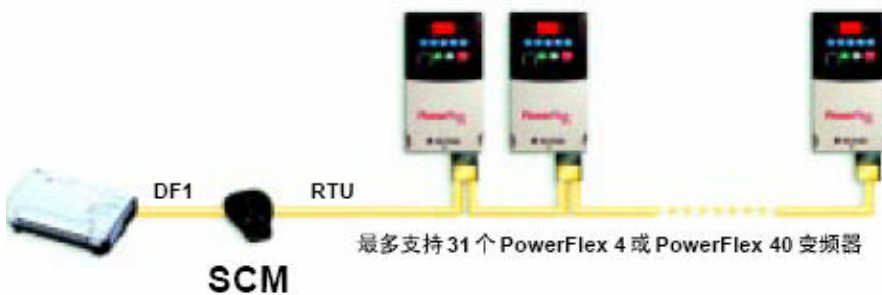

图 3-121 PLC 控制 PowerFlex4
- PLC 通过 DF1 协议控制变频器，如图 3-121 所示。